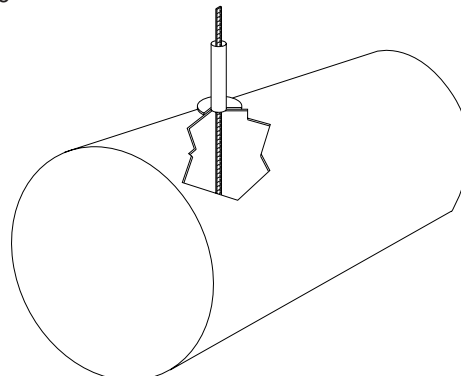

Figura 3.6 Medición del Tanque
- 6: Mida la distancia desde el fondo del tanque a la parte superior del tubo de elevación de 4 pulgadas como se muestra en la figura 3.6